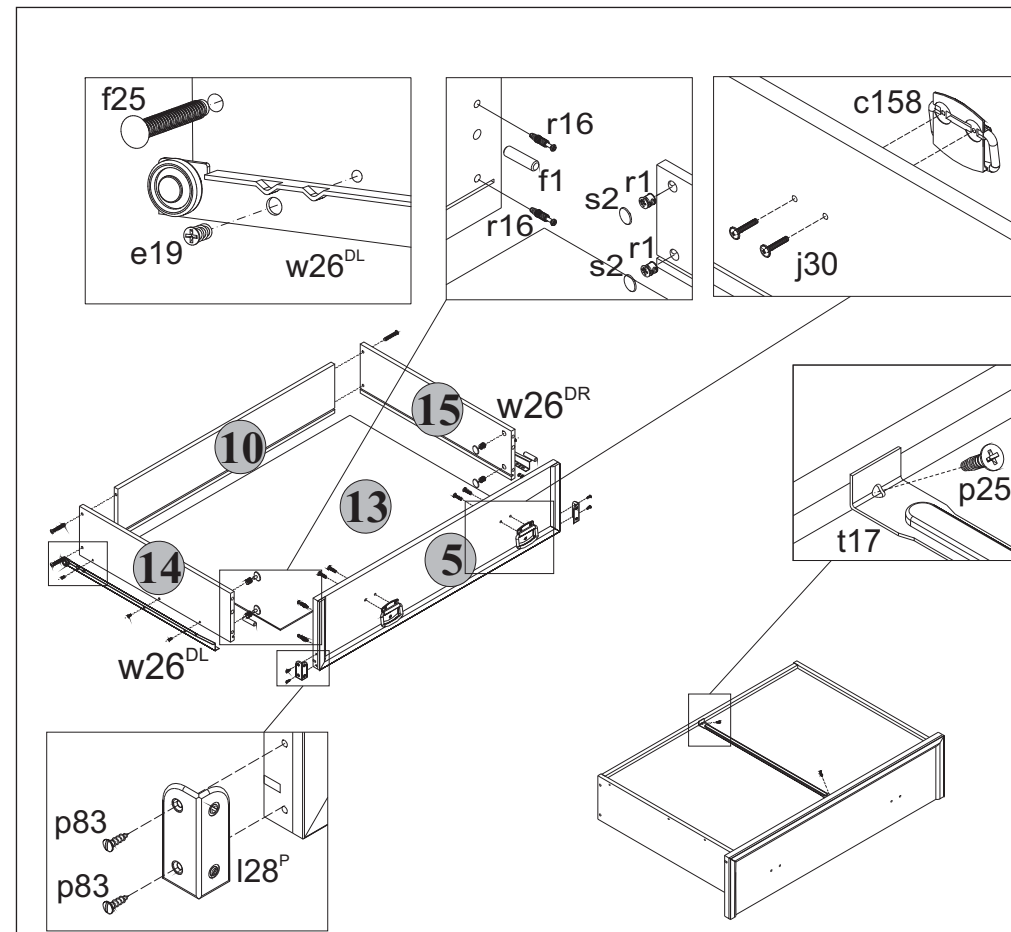

Рис. 1
5.22 Перевернуть ящики выдвигные дном вверх и закрепить на боковых стенках 14 и 15 ящиков еврошурупами e19 направляющие w26н и w26вр (см.рис. 1).
5.23 Закрепить фиксаторы дна t17 шурупами p25 (см.рис. 1), пользуясь крестообразной отверткой.
5.15 В отверстия диаметром 8 мм на передних кромках стенок боковых 14 и 15 корпусов выдвижных ящиков вбить деревянные шканты f1 (см.рис.1).
5.16 В отверстия диаметром 15 мм на внутренних поверхностях стенок боковых 14 и 15 корпусов выдвижных ящиков вставить стяжки эксцентриковые r1 (см.рис.1).
5.17 В отверстия диаметром 5 мм на внутренних поверхностях панелей передних 5 и 6 ящиков выдвижных с помощью крестообразной отвертки вкрутить винты стяжки r16 (см.рис.1).